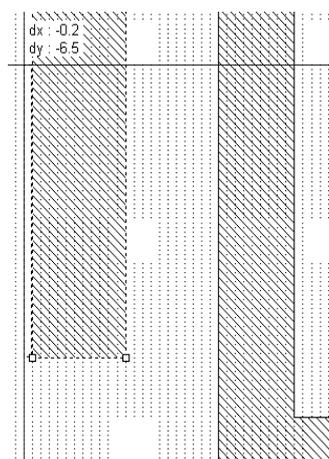

Рис.3.156
- Щёлкните мышкой по первому резонатору, затем щёлкните по значку **Notch Conductor** на панели инструментов. Установите курсор на нижний левый угол резонатора, нажмите кнопку мышки и сдвиньте курсор влево на 0.2 и вверх на 6.5 (рис. 3.156). Снова щёлкните по значку **Notch Conductor**, установите курсор на нижний правый угол резонатора, нажмите кнопку